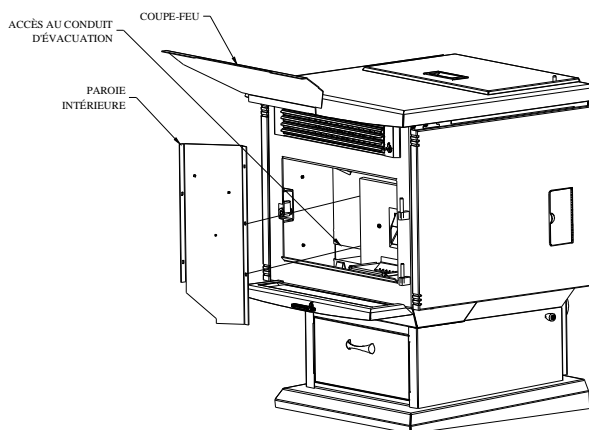

FIGURE 22
- Parois de la chambre à combustion**: De façon périodique, il est important de nettoyer les cendres qui peuvent s'être accumulées derrière les parois de la chambre à combustion. Commencez par enlever les panneaux d'imitation de maçonnerie, lesquels sont simplement tenus en place par des vis. Enlevez ensuite les deux parois métalliques situées de chaque côté de la chambre à combustion, lesquelles sont retenues par des vis. Nettoyez les parois et enlevez les cendres à l'aide d'un aspirateur. Vous remarquerez une trappe d'accès rectangulaire située à l'arrière de la paroi gauche. Retirez le petit panneau rectangulaire à l'aide d'un tournevis (voir figure 22). Insérez le bout de l'aspirateur dans le trou et enlevez tout résidu pouvant s'être accumulé. RÉPÉTEZ CETTE OPÉRATION DE NETTOYAGE AU MOINS UNE FOIS PAR TONNE DE GRANULES BRÛLÉS, ET CE JUSQU'À CE QUE VOUS SOYEZ FAMILIER AVEC LE NIVEAU D'ACCUMULATION DES CENDRES DANS VOTRE APPAREIL.